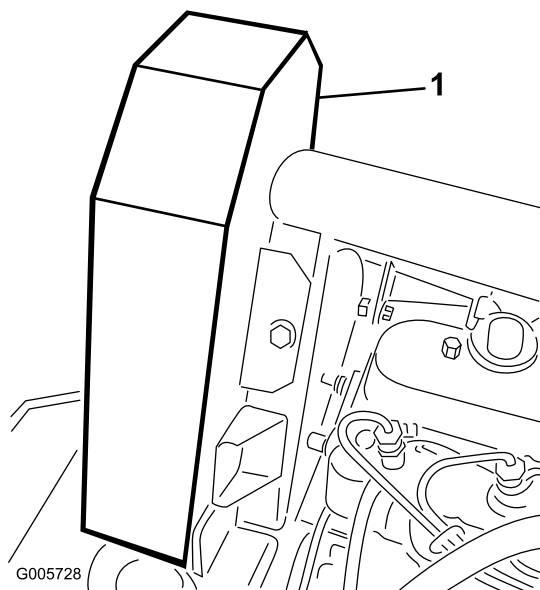

Bild 66
2. Nehmen Sie die (5) Kopfschrauben ab, mit denen der Ventilatorantriebsriemenschutz befestigt ist, und nehmen Sie den Schutz ab (Bild 66).
5. Montieren Sie den Ventilatortriebriemenschutz und befestigen Sie ihn mit Kopfschrauben (Bild 66). Schließen und verriegeln Sie die Haube.
4. Montieren Sie den Ventilatortriebriemenschutz und befestigen Sie ihn mit Kopfschrauben (Bild 66). Schließen und verriegeln Sie die Haube.